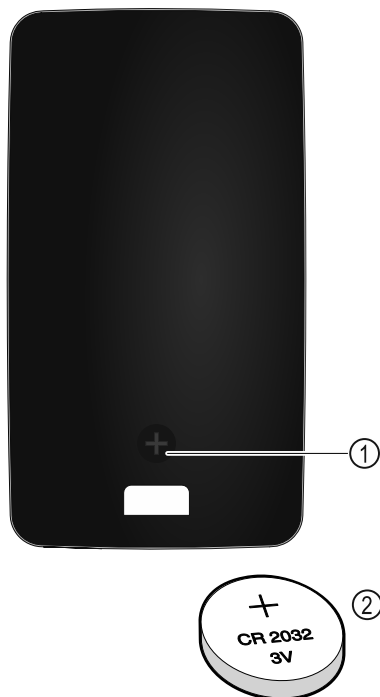

Fig. 255
Telecomanda este alimentată de o baterie tip CR 2032 de 3V Fig. 255 (2), care este disponibilă în comerțul specializat.
- ▶ Deșurubați șurubul Fig. 255 (1) de pe partea din spate a telecomenzii.